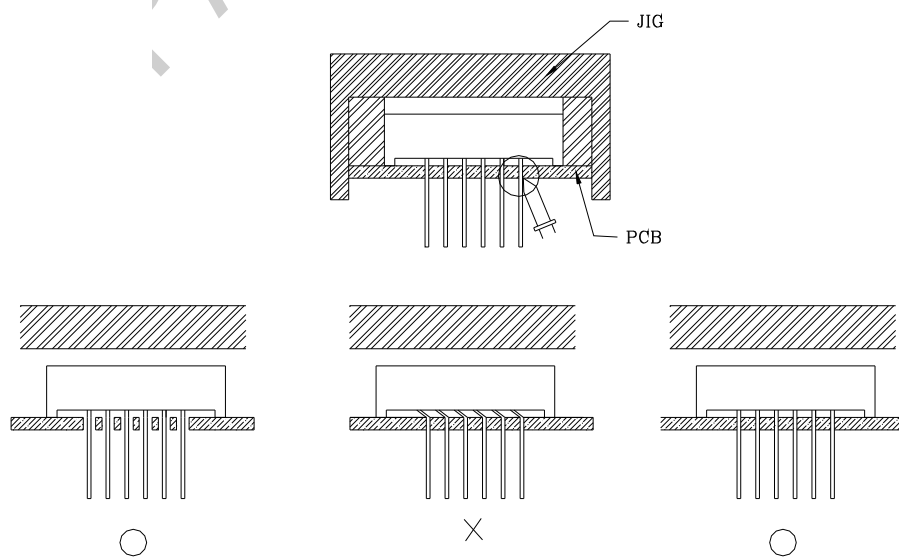

Fig.3
- 1) 当使用如图 3 的方法固定 DISPLAY 时, 在设计时就应该考虑到 PCB 的孔与 PIN 相匹配, 为防止 PCB 孔和 PIN 的位移, 孔要稍大一点, 如图 3 所示, 孔应该是椭圆形的。